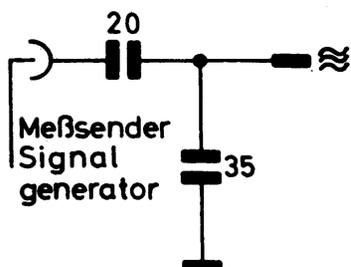

Fig. 8
6. Beim AM-Abgleich künstliche Antenne, Fig. 8 verwenden.
6. For AM alignment use dummy antenna, see fig. 8.